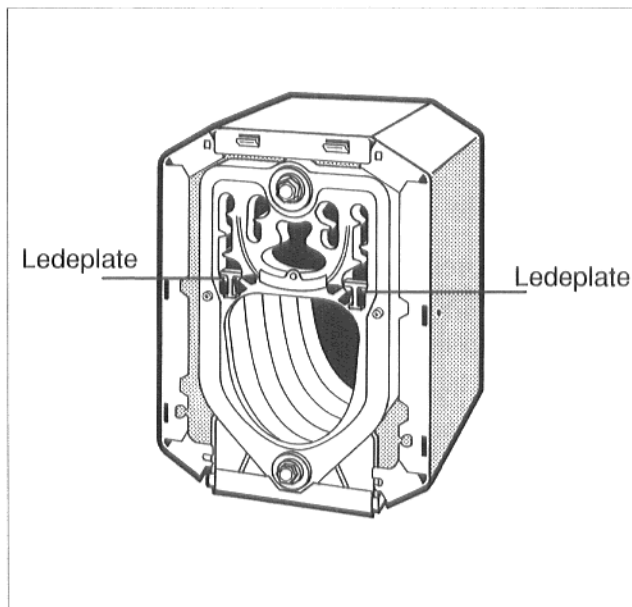

fig. 31
- Ledeplatene må ligge vannrett når kjelen monteres (fig. 31).